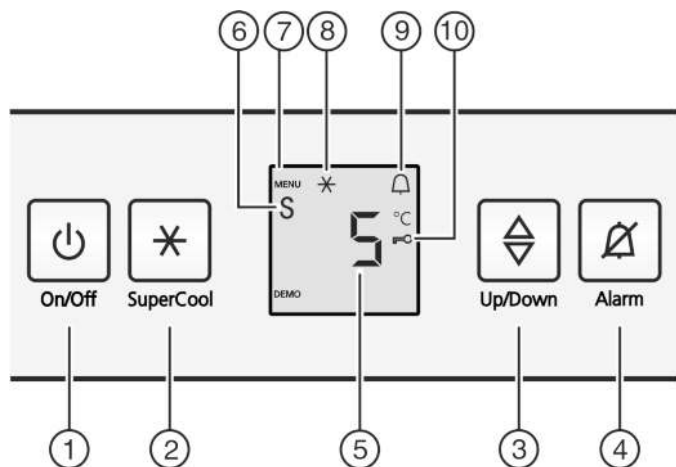

Fig. 2
- ▶ Нажать кнопку On/Off Fig. 2 (1).
- ▶ Активация режима настройки: удерживайте кнопку SuperCool Fig. 2 (2) прим. 5 с.
- ▷ Символ меню Fig. 2 (7) горит.
- ▶ С помощью клавиши настройки Fig. 2 (3) выберите c.
- ▶ Коротко нажмитекнопку SuperCool Fig. 2 (2) для подтверждения.
- ▶ Для включения защиты от детей коротко нажмите клавишу SuperCool Fig. 2 (2).
- ▷ Символ "Защита от детей" Fig. 2 (10) горит. На индикации мигает c.
- ▶ Для выключения защиты от детей коротко нажмите клавишу SuperCool Fig. 2 (2).
- ▷ Символ защиты от детей Fig. 2 (10) гаснет. На индикации мигает c.
- ▶ Выход из режима настройки: нажмите кнопку On/Off Fig. 2 (1).
- ▶ Нажмите кнопку Alarm Fig. 2 (4).
- ▷ Светится символ Меню Fig. 2 (7).
- ▶ Чтобы вызвать функцию режима Sabbath: нажмите и сразу отпустите кнопку SuperCool Fig. 2 (2).
- ▶ Для включения режима Sabbath нажмите и отпустите кнопку SuperFrost Fig. 2 (2).
- ▶ Для выключения режима Sabbath нажмите и отпустите кнопку SuperFrost Fig. 2 (2).
- ▶ Выход из режима настройки: Нажать кнопку On/Off Fig. 2 (1).
- ▷ На индикаторе температуры показывается символ режим Sabbath Fig. 2 (6) до тех пор, пока активен режим Sabbath.
- ▶ Активация модуля регулировки температуры: нажмите кнопку настройки Fig. 2 (3).
- ▶ Температуру меняйте ступенями по 1 °C: нажимайте кнопку настройки Fig. 2 (3) до тех пор, пока на индикаторе температуры не будет высвечена требуемая температура.